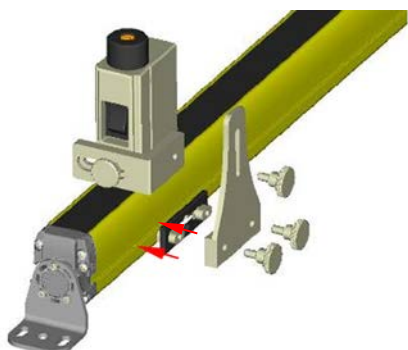

Abbildung 3
1. Schieben Sie die an die Vorhangseite angrenzende Baugruppe „b“ in die entsprechende seitliche Nut ein. Achten Sie darauf, dass sich die beiden Nocken in der horizontalen Position befinden (Abbildung 3) und drehen Sie sie um 90°, sobald sie in der Nut stecken. Siehe Abbildung 4